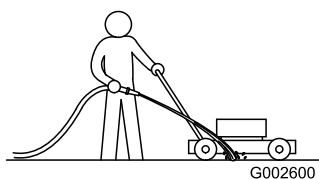

Figure 30
1. Mettez le moteur en marche lorsque la tondeuse se trouve sur une surface revêtue plane et dirigez un jet d'eau devant la roue arrière **droite** (Figure 30).